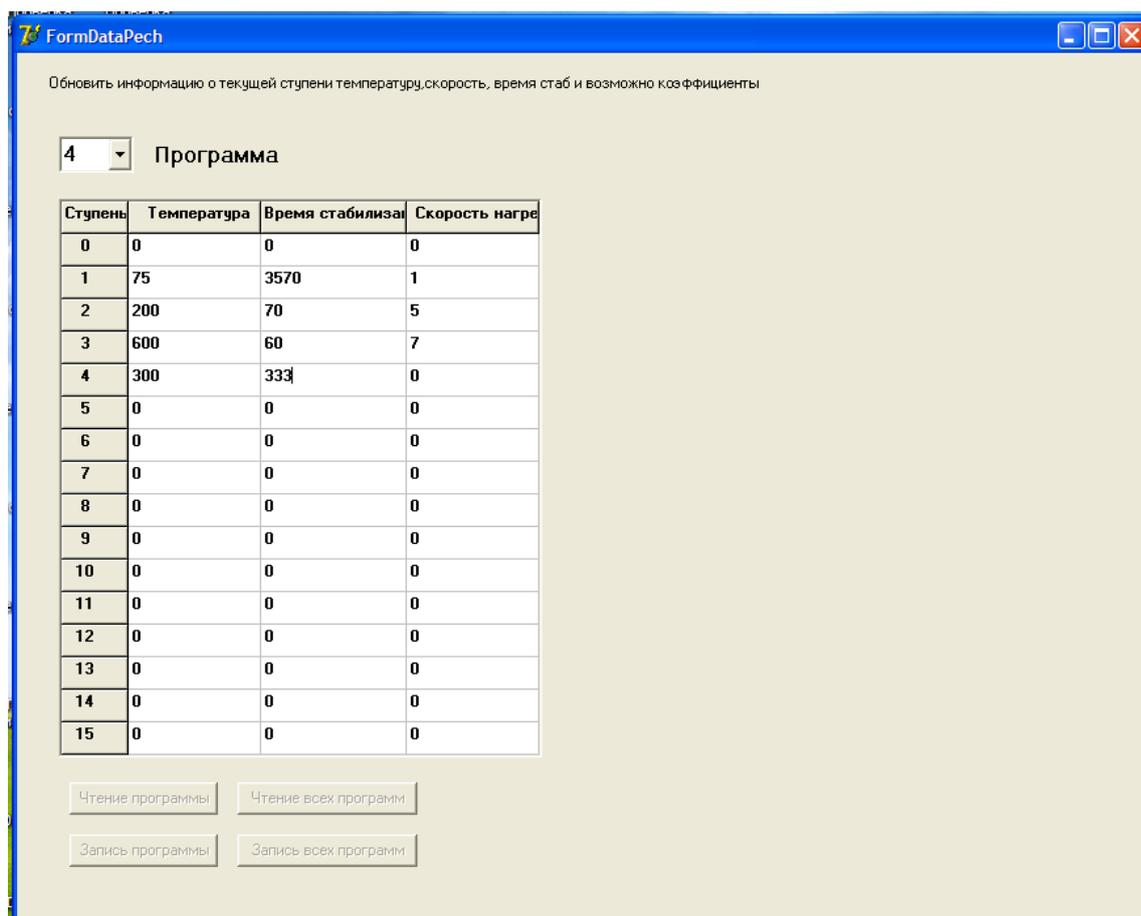

Рис. 8
4.11 Откроется окно с данными программы №4 (рис. 8).
- 4.14 После окончания процесса записи, экран примет вид аналогично рис.8.